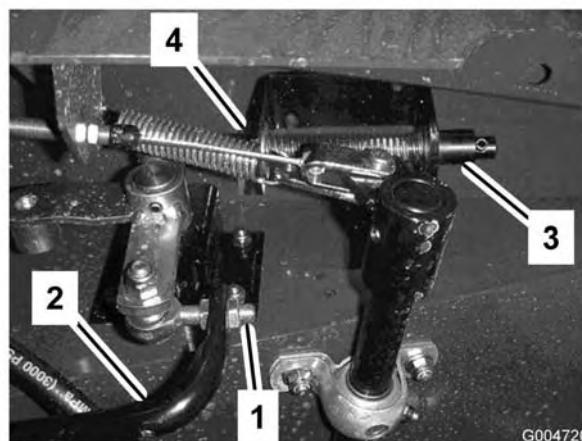

Figura 68
3. Afloje las contratueras del extremo de la varilla y ajuste la longitud de la varilla de tracción (Figura 68) para que el pedal entre en contacto con el tope cuando la palanca de la bomba llega al final de su recorrido completo. Apriete las contratueras.
3. Llene el depósito (Figura 68) con aproximadamente 30 l de aceite hidráulico; consulte Comprobación del aceite hidráulico .